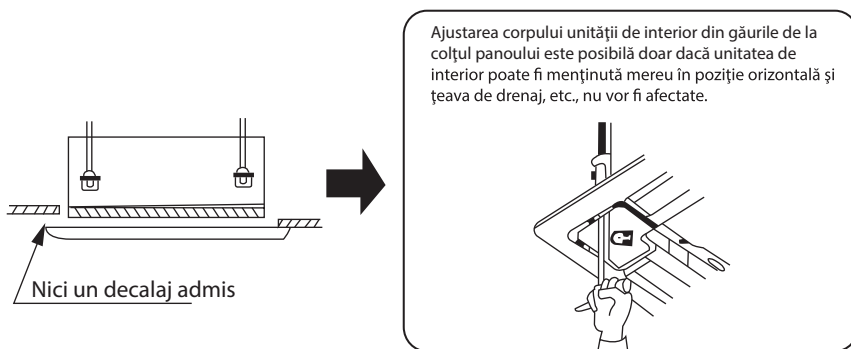

Fig.36
(3). Dacă încă mai există spațiu între tavan și panoul decorativ după strângerea șuruburilor, reajustați înălțimea unității de interior. (Fig. 36)